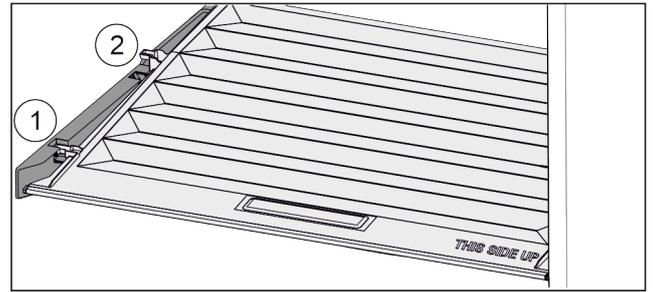

Fig. 46
- ▶ Deslice la tapa hacia delante hasta la abertura de las piezas de sujeción Fig. 46 (1).
- ▶ Levántela por detrás desde abajo y retírela tirando hacia arriba Fig. 46 (2).